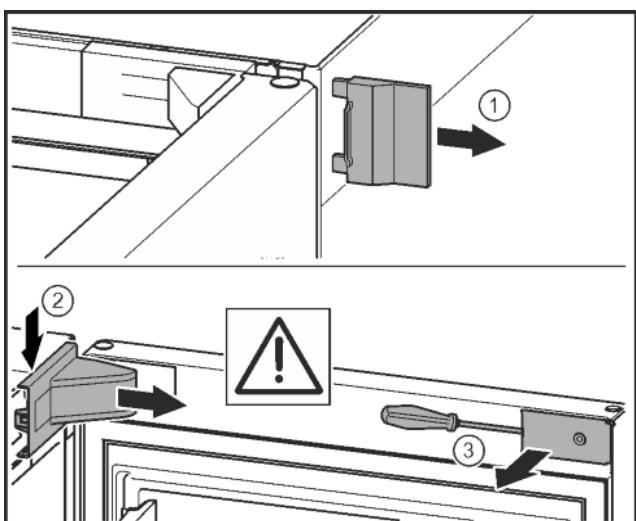

Fig. 11*
- Снять внешнюю крышку.* Fig. 11 (1)
- При помощи отвертки освободить крышку опорного кронштейна и отсоединить. Снять крышку опорного кронштейна.* Fig. 11 (2)
- Шлицевой отверткой вывести накладку из зацепления и отвести в сторону.* Fig. 11 (3)